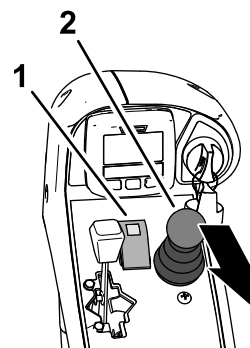

Figura 48
1. Presione hacia abajo del mando la TDF hasta la posición de DESENGRANAR (Figura 48).